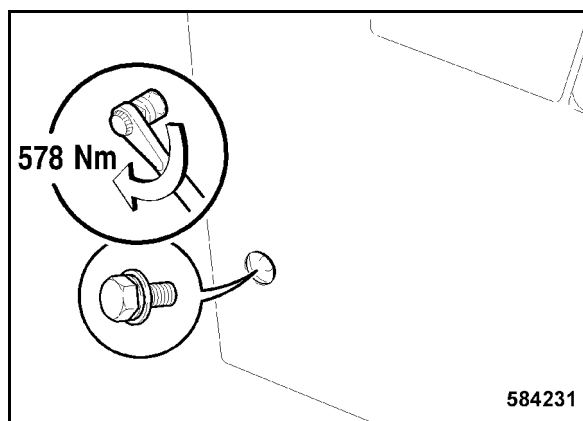

Bild 179
- Kiristä takana, sivussa oleva kiinnitysruuvi oikealta 578 Nm:llä (Bild 179).